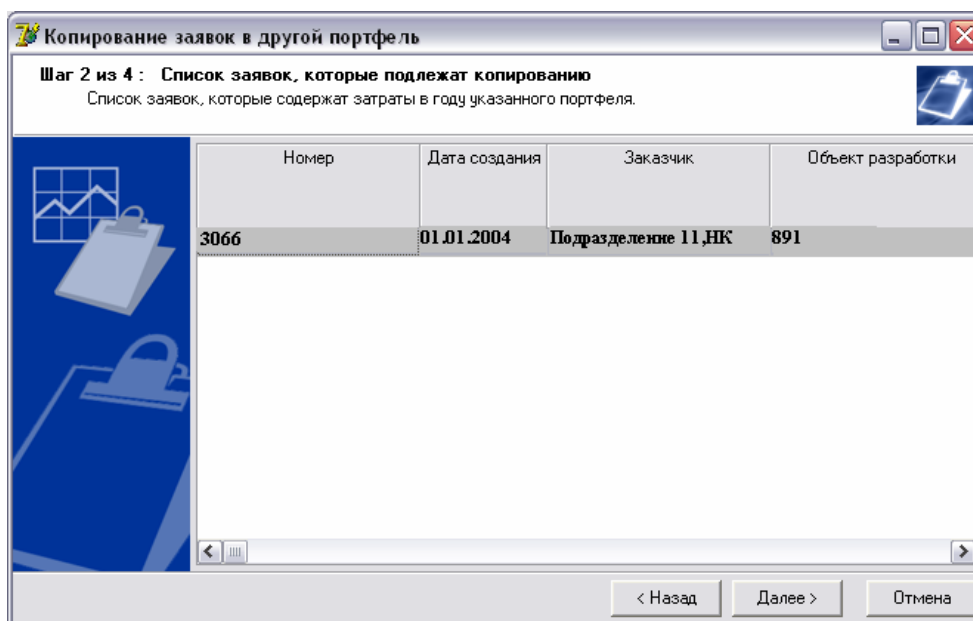

Рисунок 1.79.
4. В появившемся окне (шаг 2 из 4) (рис.1.79.) отобразятся все заявки указанного подразделения, которые включены в портфель текущего года и у которых имеются затраты в следующем году.